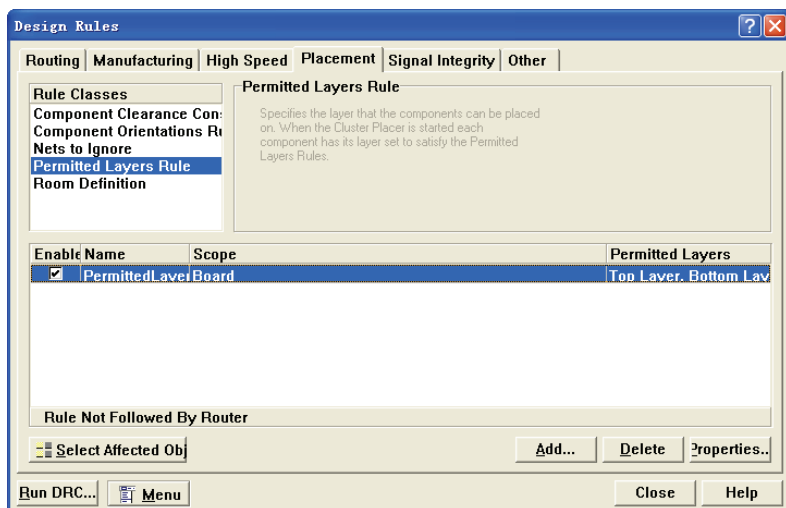
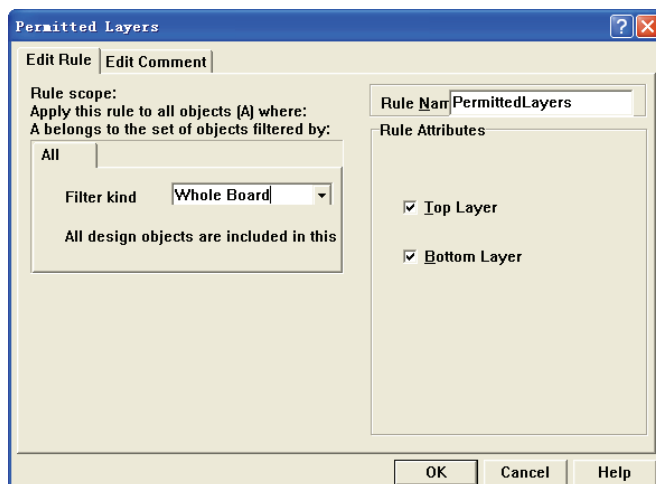

图 8-23 “Permitted Layers Rule” 规则设置项
图 8-24 “Permitted Layers”规则属性对话框
- “Permitted Layers Rule”（允许层规则）选项：指定元件可以放置的层，如图 8-23 所示。当放置元件时，每个元件都放置在指定的层。单击 **Properties..** 按钮，系统弹出属性设置对话框，如图 8-24 所示。